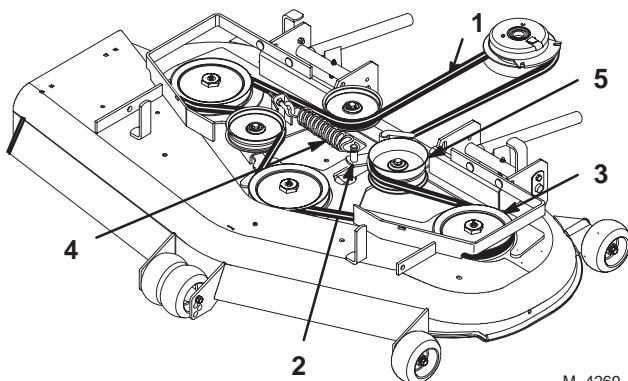

Figure 57
4. Déposez la courroie. Commencez à la poulie extérieure et tournez la courroie pour la déposer (Fig. 57).
7. Remettez la poulie de tension en place et installez la courroie sur les autres poulies (Fig. 57).